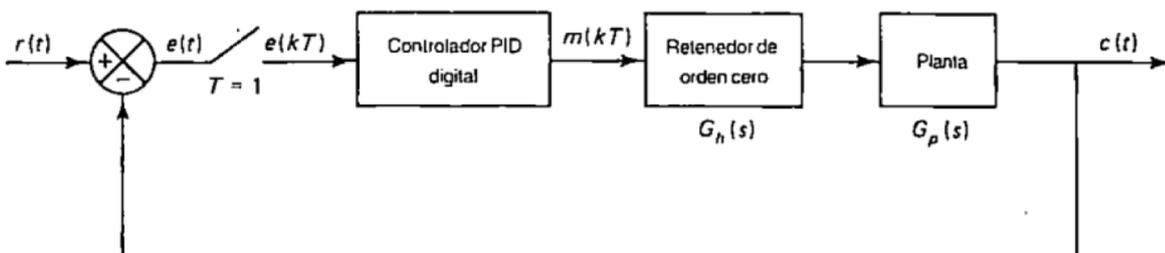

Figura 7.1: Arquitectura del lazo de control
Se conoce que la arquitectura de lazo de control a utilizar es la mostrada en la figura 7.1. El tiempo de muestreo a utilizar es de  $T = 0.1[s]$ .
7. Arme un diagrama en Simulink similar al presentado en la figura 7.1. Recuerde configurar el bloque ZOH y el bloque del controlador (*Discrete Transfer Fcn*) con el tiempo de muestreo solicitado en el ejercicio.